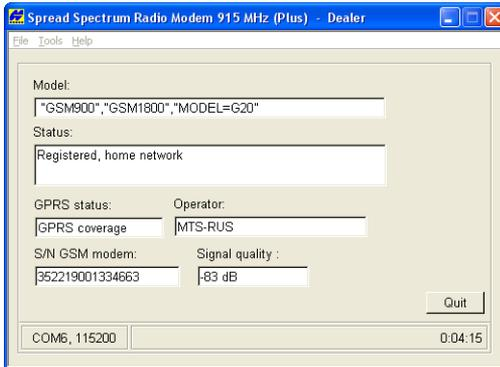

Figura 3-5. Visualización de Información de GSM
- Para ver información sobre el módem GSM, haga clic en **GSM info** (Figura 3-5). Haga clic en **Quit** para salir de la pestaña *GSM*. La calidad de la señal es una lectura de la fuerza de la señal GSM. Mientras menor sea el número (más cercano a cero), mejor será la calidad de la señal. La señal mínima (de corte) es -111 db.